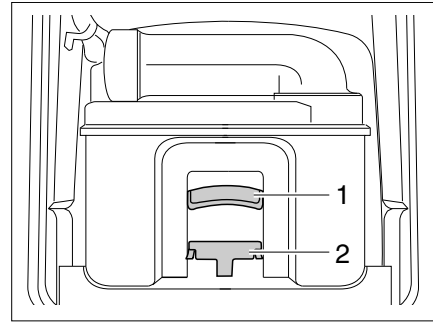

Bild 245 Thetford-Kassette
- Entriegelung (Bild 245,1) betätigen und Toiletten-Kassette am Griff (Bild 245,2) herausziehen.